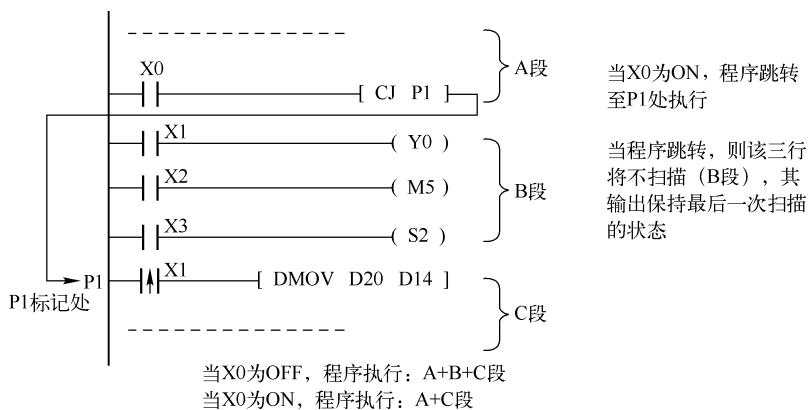

图 8-3 输出继电器、辅助继电器和状态寄存器在跳转程序段中的执行情况
(1) 处于被跳过程序段中的输出继电器、辅助继电器、状态寄存器, 由于该段程序不再被扫描执行, 即使被跳过的梯形图中涉及的工作条件发生变化, 它们的工作状态将保持跳转发生前的状态不变, 如图 8-3 所示。